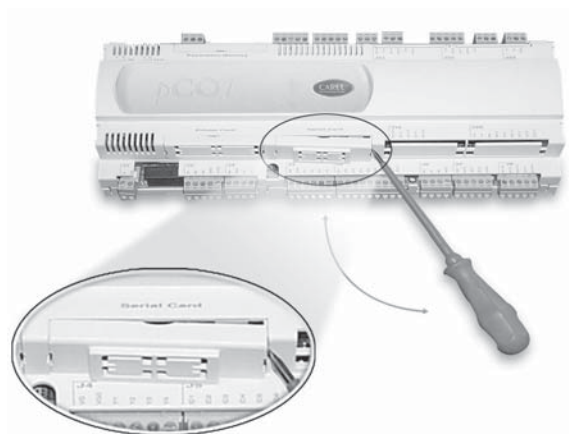

Fig. 2
2. avec un ciseau, éliminer la partie pré-coupée en plastique du cache, de manière à obtenir le trou correspondant à la sortie à 3 voies (voir Figure 2) ;